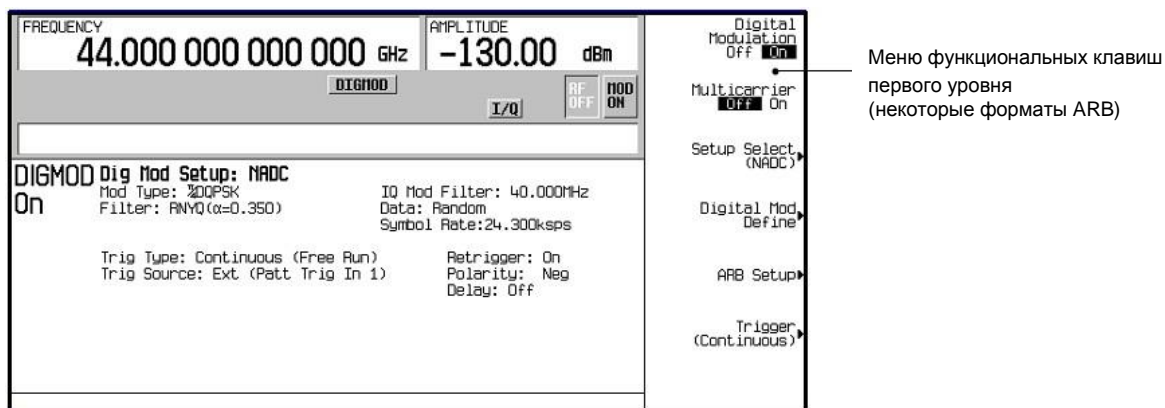

Рисунок 3-1. Меню функциональных клавиш первого уровня специальной цифровой модуляции
Создается принятый по умолчанию заголовок файла и воспроизводится временный файл модулирующего сигнала (AUTOGEN_WAVEFORM). Ниже показан дисплей генераторов серии PSG (**Рисунок 3-1**).
1. Из меню функциональных клавиш первого уровня (см. **Рисунок 3-1**) откройте меню Header Utilities: